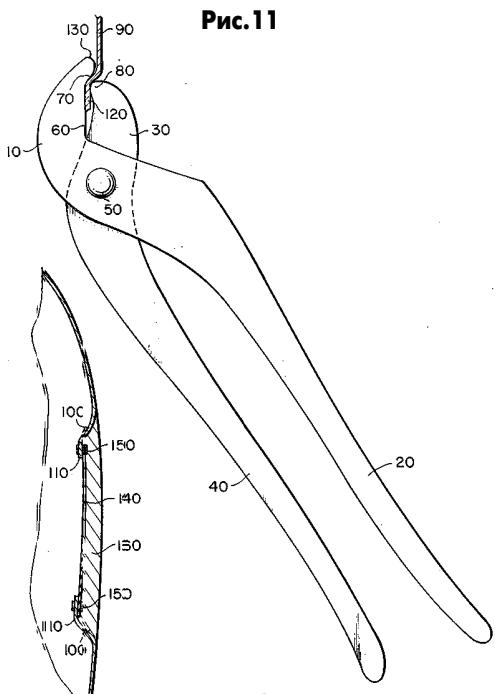

Рис.12
**Пассатики с модифицированным захватом для авторемонтных работ** описаны в патенте США 4014226 (1977 г.). Первый захват 10 (рис.12) имеет удлиненную рукоятку 20, второй захват 30 - удлиненную рукоятку 40. Первый захват 10 имеет с внутренней стороны участки 60 и 70, а второй захват 30 имеет выступ 80, который при сжатых рукоятках пассатижей отделяет участок 60 от участка 70. Если часть металлического листа 90 поместить между захватами, то можно на листе отгибать борттик. Перемещаясь по листу, можно отогнуть борттик по всей длине листа. Применение для авторемонтных работ показано на рис.10, б. Предположим, в обшивке автомобиля вырван кусок. Края обшивки, окружающей дыру 100 отбортовываются, и на бортники 110 накладывается заплатка 140, которая крепится к бортникам заклепками 150. Поскольку заплатка 140 утоплена относительно общей поверхности обшивки, то сверху наносится слой краски 160 и место заплатки обнаружить невозможно.